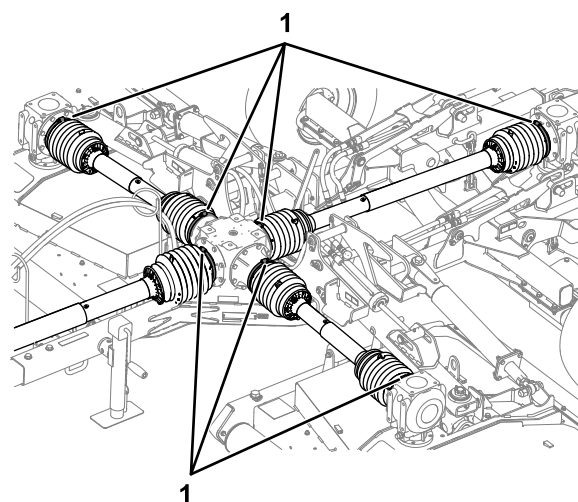

Figura 22
7. Controllate che le 7 fascette stringitubo fissino saldamente le protezioni degli alberi di trasmissione alle scatole ingranaggi centrale e dei piatti di taglio (Figura 22).